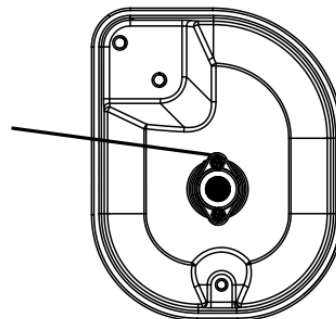

Рисунок 4-7
1. Див. рисунок 4-7. Зніміть хомут для доступу до сітки.